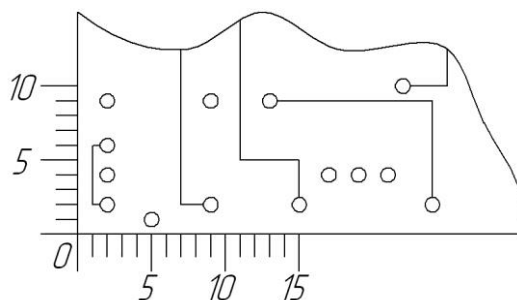

Рис. 5.1. Пример нанесения сетки в прямоугольной системе координат – нанесением координатной сетки в полярной системе координат (рис.
- нанесением координатной сетки в прямоугольной системе координат (рис. 5.1);